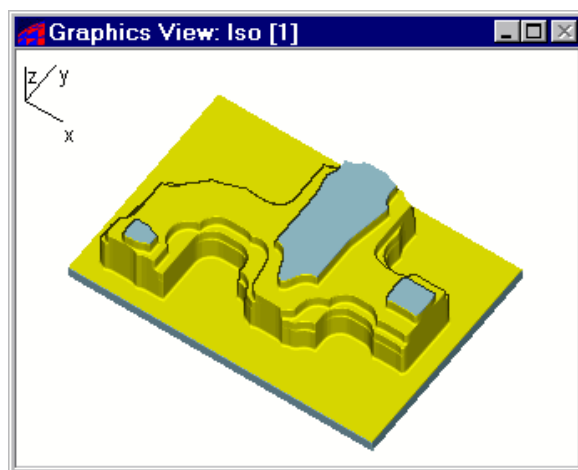

Рисунок 5.6 – Результат об'ємного моделювання обробки деталі
8. Після об'ємного моделювання на екрані з'явиться таке зображення (рис. 5.6).